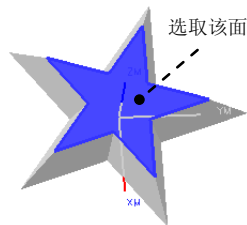
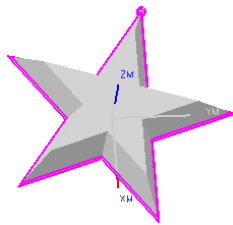

图 8.3.5 选取面
图 8.3.6 线切割轨迹
Step5. 在“线切割几何体”对话框轴类型区域中单击“4 轴”按钮，在过滤器类型选项组中单击“顶面”按钮，选取图 8.3.5 所示的面，系统生成图 8.3.6 所示的线切割轨迹，单击该对话框中的确定按钮，并返回“EXTERNAL_TRIM”对话框。